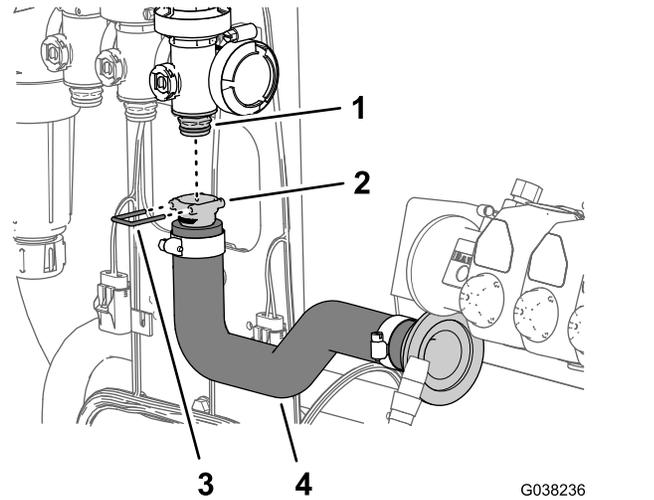

**Figure 52**
- Retirez l'étrier qui fixe l'actionneur à la vanne du collecteur et séparez l'actionneur de la vanne (Figure 52).